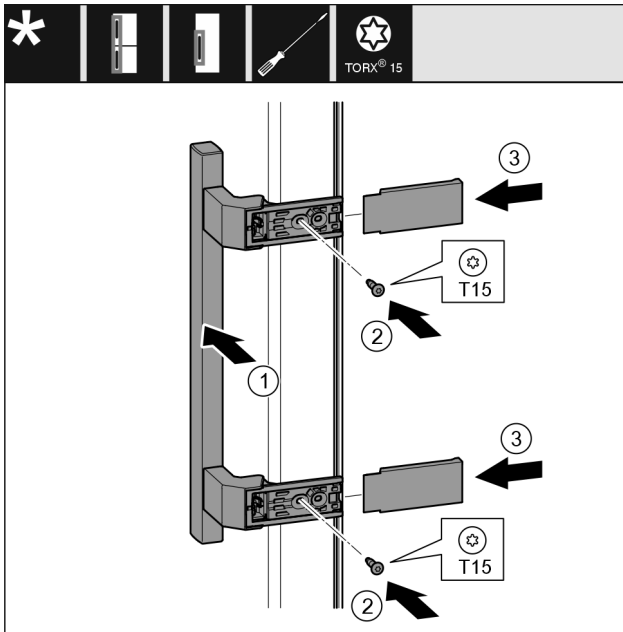

Fig. 53
- ▶ Установите ручку Fig. 53 (1) на противоположной стороне.
- ▶ Затяните винты Fig. 53 (2) отверткой.
- ▶ Установите крышки Fig. 53 (3) сбоку и надвиньте их.